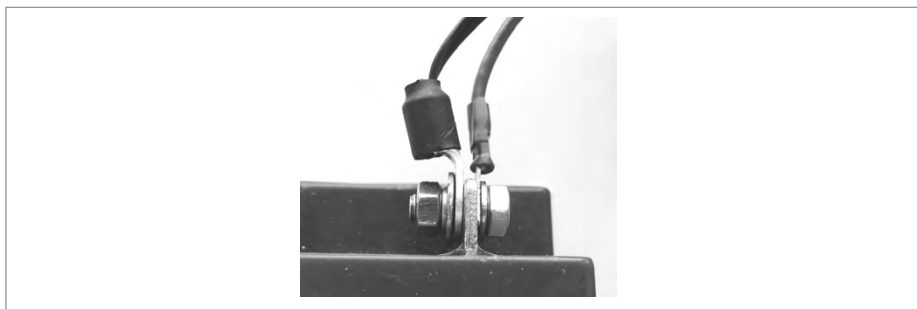

Рисунок 21.
2.14. Если РИП-12 исп.60 (РИП-12-3/17М1-Р-Modbus) укомплектован термодатчиком с О-образной клеммой, то к положительному выводу батареи подключите провод красного цвета и О-образную клемму термодатчика (Рисунок 21).